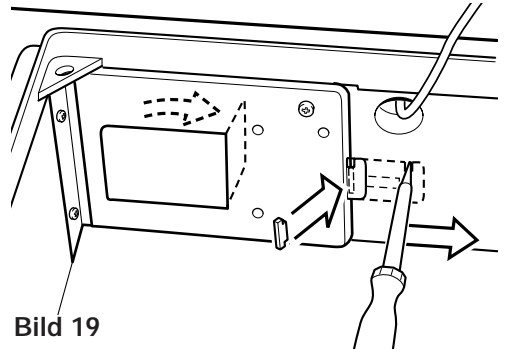

Bild 19
- Schieber erneut spannen und Schmelzlot (2) einlegen (Bild 19)